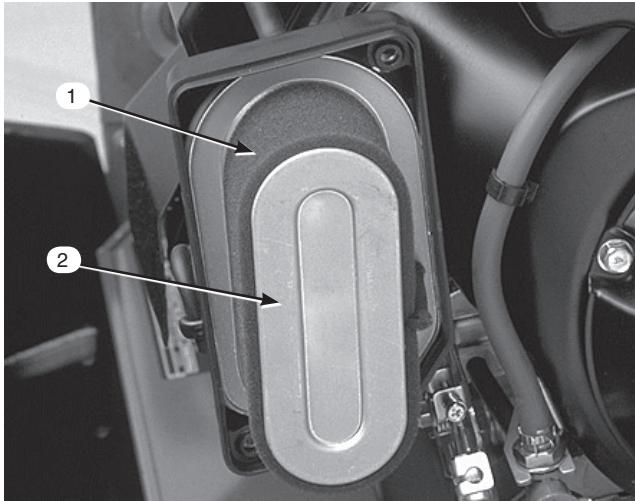

図30
4. スポンジ(図30)を点検し、汚れていればペーパー・エレメントから外す。